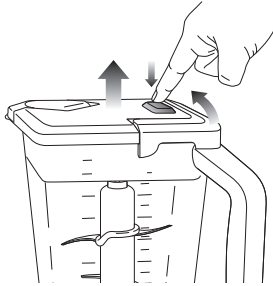
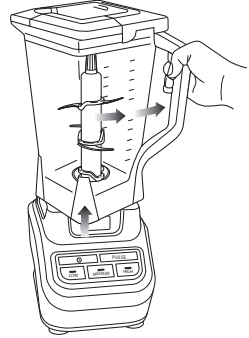

Fig. 7
Fig. 8
- 13 Pour retirer le couvercle, tirez sur la poignée du couvercle à un angle de 90° et soulevez celui-ci. Tournez le pichet mélangeur dans le sens contraire des aiguilles d'une montre et soulevez-le pour l'enlever du bloc-moteur. (Fig. 7, Fig. 8)